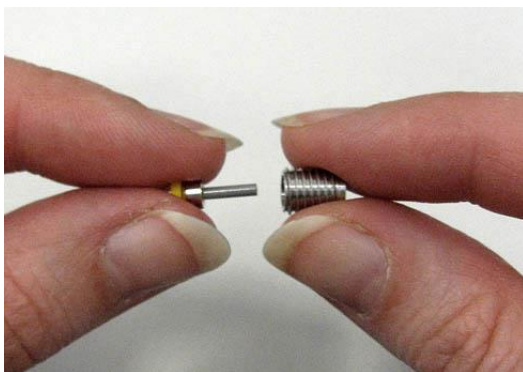

Abb. 30: Installation des 0,4 mm Tropfenformers
5. Entnehmen Sie den Tropfenformer und die Tropfenformerschraube aus der Verpackung und schieben Sie den Tropfenformer in die Schraube (→ Abb. 30). Setzen Sie die Schraube anschließend in das Fraktionierventil (Unterseite) ein. Ziehen Sie die Schraube mit dem mitgelieferten Schraubenzieher vorsichtig fest. Gegebenenfalls muss die Schraube nachgezogen werden, wenn das Ventil im Betrieb Undichtigkeiten aufweist.